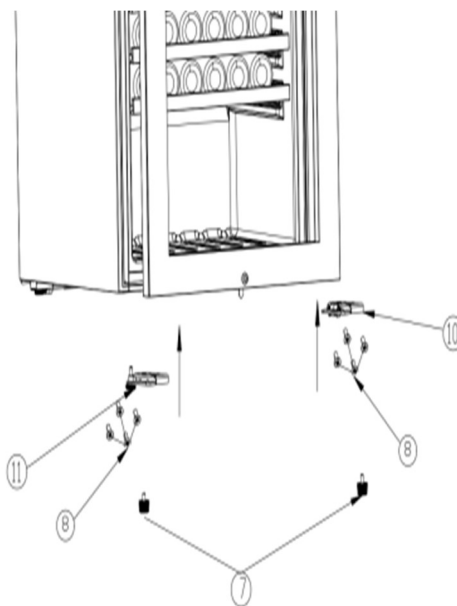

Fig.5
2. Fixer le support de porte inférieur retiré à l'étape 7 à l'aide d'un tournevis Phillips, et fixer les quatre vis (8) et le support de porte inférieur (10) dans le trou d'installation situé dans le coin inférieur droit de la boîte, et installer le pied réglable (7) retiré à l'étape 6/7 dans le trou de fixation de la charnière dans le sens des aiguilles d'une montre.
3. Placez ensuite l'armoire à la verticale. Laissez-la reposer pendant une heure, puis mettez-la sous tension. (comme indiqué dans la figure 5)